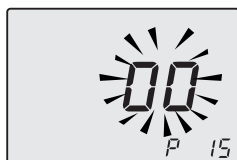

Figura 5.36
- Scorrere i vari parametri utilizzando i tasti 18 o 19 fino a far apparire sul display LCD le lettere **P15** e il valore del parametro, indicanti l'entrata nel "parametro 15" (Figura 5.36).